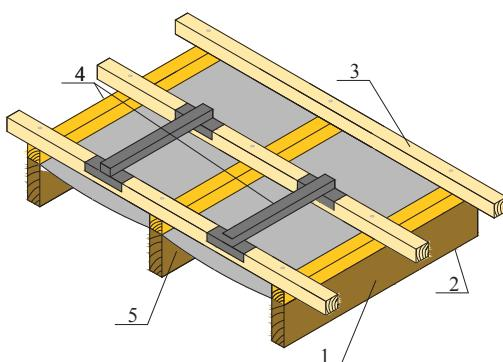

Рис. 4
- 7 – доска сечением 35 (40)x100 мм
4.1.8. Последующие ряды обрешетки устанавливают с постоянным шагом таким образом, чтобы расстояние между нижними гранями брусков обрешетки составляло 370 мм для моделей Classic и Elegance (Stratos – 320 мм, Roman – 350 мм). Необходимо точно выдерживать указанное расстояние для правильного крепления кровельных панелей в замок. Для облегчения процесса монтажа обрешетки рекомендуется применять обрешеточные приставки, изготавливаемые из подручных средств по месту монтажа (см. рис. 4).